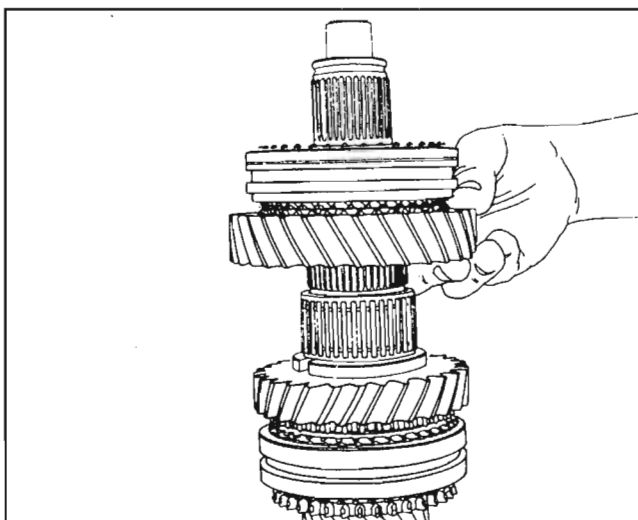

Fig. 61
Instale el conjunto del piñón de la 1ª velocidad (35) con el cojinete de agujas (36) y el piñón de engrane de la 1ª/2ª (32) en el eje primario, de tal manera que el piñón de engrane se encuentre arriba. Fig. 61